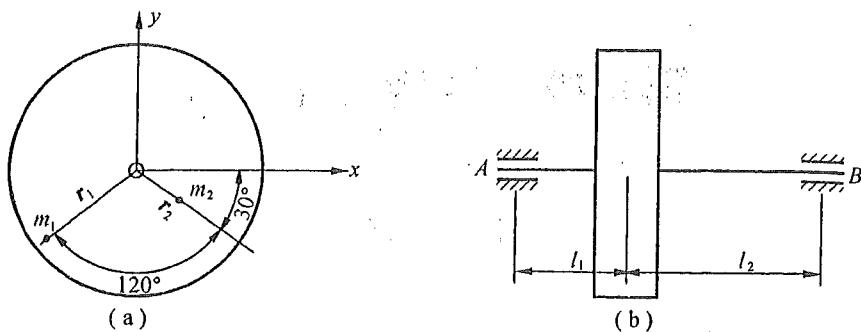

图 8-1
8-1 如图8-1所示的圆盘上有不平衡质量 $m_1 = 30 \text{ g}$, $m_2 = 90 \text{ g}$, 又 $r_1 = 60 \text{ mm}$, $r_2 = 20 \text{ mm}$, 圆盘转速 $n = 1600 \text{ r/min}$, 支撑距离 $l_1 = 150 \text{ mm}$, $l_2 = 300 \text{ mm}$ 。求：(1)若取 $r_b = 100 \text{ mm}$, 那么平衡质量 $m_b = ?$ (2)未平衡前轴承A, B两处动反力为多大？